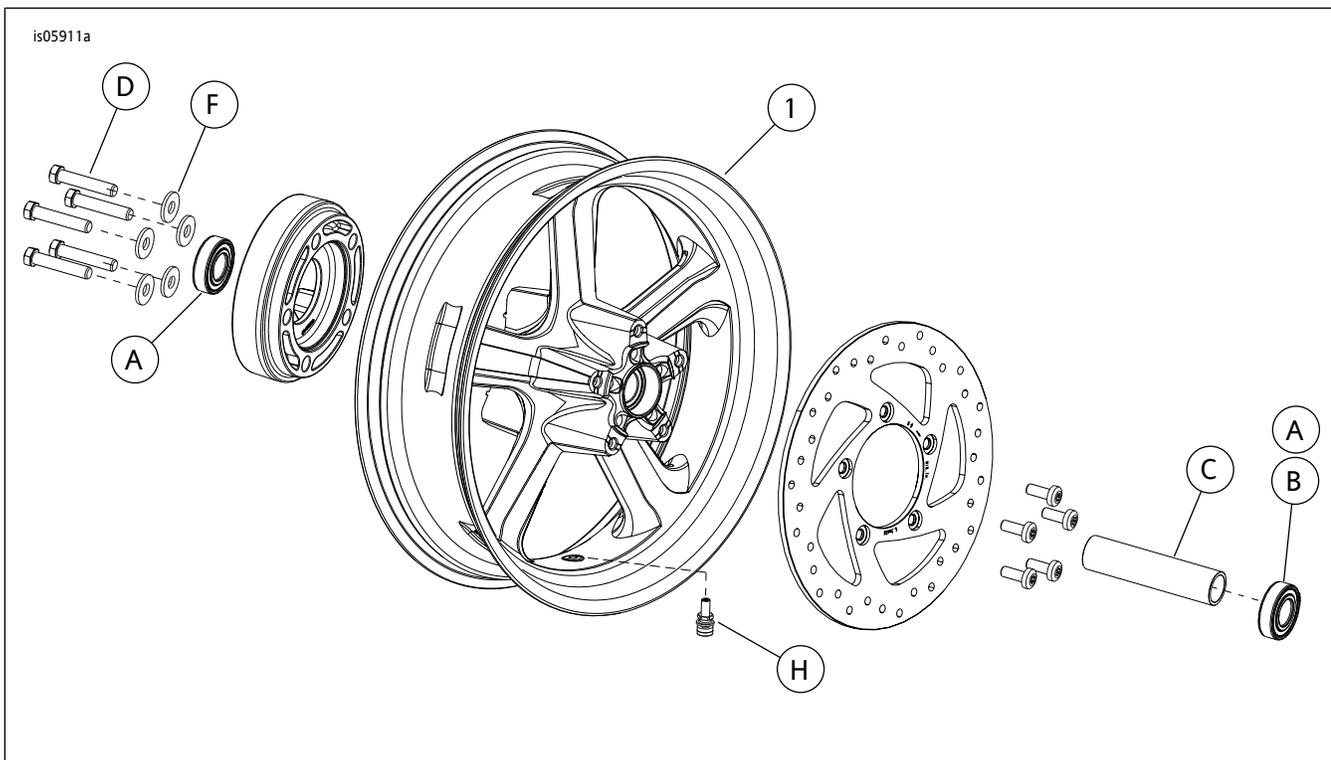

图1。维修零件：5轮辐铸铝后轮
参见图1和维修零件表。
2. 参见图1。在车轮上安装阀杆组件(H)。参阅维修手册中的“轮胎”部分。